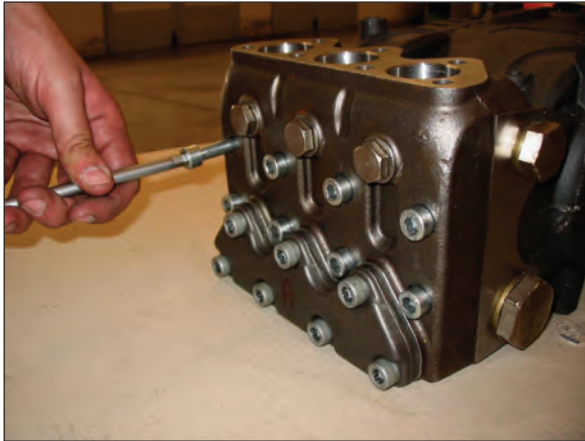

Abb. 20
A) Lösen Sie die Befestigungsschrauben des Kopfs M10x110 gemäß Abb. 20.